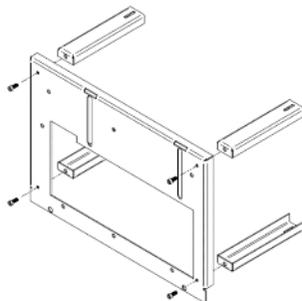

Figura 31 – Montagem mesa auxiliar
- Proteger a superfície sobre a qual se vai trabalhar. Deve unir-se as quatro pernas da mesa com quatro parafusos DIN912 M8x20mm como mostra a Figura 31. Deve-se apertar apenas com as mãos, para ser mais fácil de executar o resto da montagem do conjunto. Tal como indicado na Figura 31.